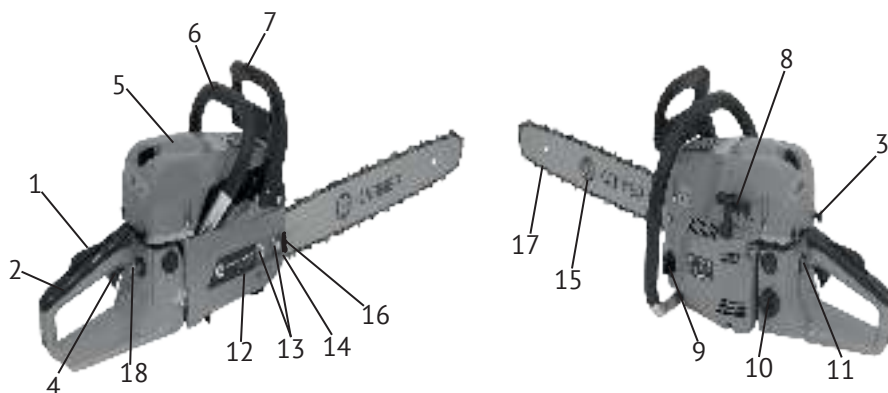

рис. 1
Бензопила – инструмент, использующий в качестве привода одноцилиндровый двухтактный бензиновый двигатель внутреннего сгорания. Рабочим органом пилы является пильный аппарат, состоящий из бесконечной (замкнутой) пильной цепи (рис.1 поз.17), которая движется по шине (рис.1 поз.15).
Двигатель работает на топливе из смеси неэтилированного бензина с октановым числом не менее 92 и специального масла для 2-тактных двигателей. Он оснащён мембранным карбюратором и электронной системой зажигания. Для запуска двигателя служит ручной стартёр (рис.1 поз.8) и ручной насос (праймер, рис.1 поз.18) для предварительной подкачки топлива в карбюратор.
Ведущая звёздочка приводится в движение автоматической муфтой сцепления. На холостых оборотах зацепление не происходит, и пильная цепь не движется. Увеличиваем обороты двигателя до рабочих нажатием на рычаг управления дросселем (рис.1 поз.4). При этом колодки муфты сцепления расходятся и входят в зацепление с барабаном. Вращение начинает передаваться на приводную звёздочку пильной цепи. После отключения рычага управления дросселем, обороты двигателя снижаются до холостого хода (около 2800 об/мин), цепь автоматически останавливается. Остановка цепи также осуществляется механическим тормозом двойного действия: вручную, нажав левой рукой на щиток тормоза (рис.1 поз.7) от себя, или при срабатывании автоматического инерционного привода (при отскоке, защемлении цепи).
Две рукоятки пилы – передняя (рис.1 поз.6) и задняя (рис.1 поз.2) оснащены устройством виброгашения.
2.4 Общий вид бензопилы представлен на рис.1
### 2.5.1 Установка зубчатого упора (рис.1 поз.16), если он не установлен.
Перед монтажом зубчатого упора убедитесь, что переключатель зажигания (рис.1 поз.11) находится в положении «0» - выключено.
- открутите с помощью гаечного ключа гайки (рис.1 поз.13) крепления шины и снимите крышку тормоза цепи (рис.1 поз.12);
- установите зубчатый упор (рис.1 поз.16) (зубьями вверх) и зафиксируйте двумя винтами (см.рис.).
- ослабьте с помощью гаечного ключа и снимите с пилы гайки (рис.1 поз.13);
- снимите крышку тормоза цепи, установите шину (рис.1 поз.15) на крепёжные шпильки в крайнее заднее положение;
- пильную цепь (рис.1 поз.17) наденьте на ведущую звёздочку, расположенную перед барабаном сцепления. Уложите верхнюю часть цепи в паз шины, пропустите цепь между зубцами ведомой звёздочки на переднем конце шины. Потяните шину вперёд так, чтобы нижняя часть цепи «села» в паз шины. Проверьте, чтобы направление зуба цепи совпадало с направлением, указанным на корпусе. Убедитесь, что тормоз цепи находится в выключенном положении.
- Удерживая шину с цепью, установите тормоз цепи на крепёжные шпильки, так чтобы палец винта натяжителя цепи (рис.1 поз.14) попал в регулировочное отверстие хвостовика шины.
- Затяните гайками (рис.1 поз.13) шину и тормоз цепи вручную.
**Внимание!** Перед регулировкой натяжения цепи убедитесь, что гайки крепления шины (рис.1 поз.13) немного ослаблены.
Регулировка натяжения цепи производится винтом (рис.1 поз.14) при ослабленных гайках крепления шины:
- открутите пробку маслобака (рис.1 поз.9);
- установите переключатель зажигания (рис.1 поз.11) в положение «I» - включено;
- несколько раз медленно нажмите на колпачок праймера (рис.1 поз.18) для подкачки топлива, пока смесь не заполнит резиновый колпачок кнопки;
- вытяните до упора кнопку воздушной заслонки (рис.1 поз.3) из корпуса бензопилы;
- нажмите последовательно рычаг безопасности (рис.1 поз.1) и рычаг управления дросселем (рис.1 поз.4);
- правой рукой за рукоятку стартера (рис.1 поз.8) сделайте несколько коротких рывков шнура стартера до первых признаков запуска двигателя (схватывание);
- при необходимости, несколько раз медленно нажмите на колпачок праймера (рис.1 поз.18) для подкачки топлива, пока смесь не заполнит резиновый
- вытяните до упора кнопку воздушной заслонки (рис.1 поз.3) из корпуса бензопилы, затем задвиньте полностью обратно (заслонка заняла пусковое положение);
- выкрутить свечу зажигания, которая находится под крышкой (рис.1 поз.5) воздушного фильтра;